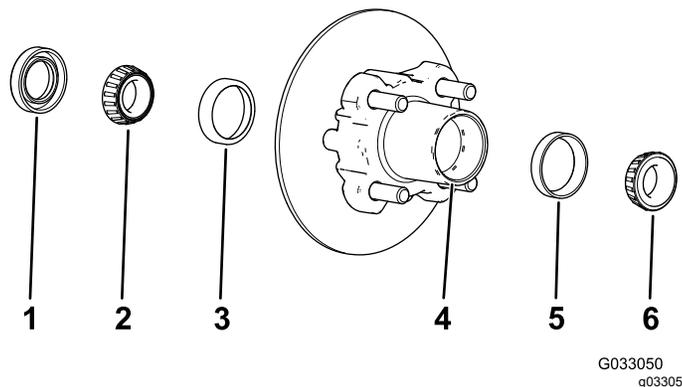

Рисунок 32
1. Снимите наружный подшипник и кольцо подшипника со ступицы (**Рисунок 32**).
2. Снимите уплотнение и внутренний подшипник со ступицы (**Рисунок 32**).
- Очистите полость ступицы от всей консистентной смазки, грязи и мусора (Рисунок 32).
- Заполните полость ступицы на 50–80% консистентной смазкой указанного типа (Рисунок 32).
- Установите внутренний подшипник на кольцо с внутренней стороны ступицы и установите уплотнение (Рисунок 32).